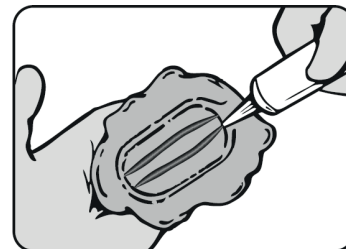

Fig. 2
- Den Rand des Messbechers so oft auf die Masse aufdrücken, wie Messlöffel dosiert wurden. Für jeden dosierten Messlöffel **zwei** Streifen Katalysator Zhermack **Indurent LAB** mit derselben Länge des Messlöffels - etwa 4 cm - ausgeben (Abb. 2).